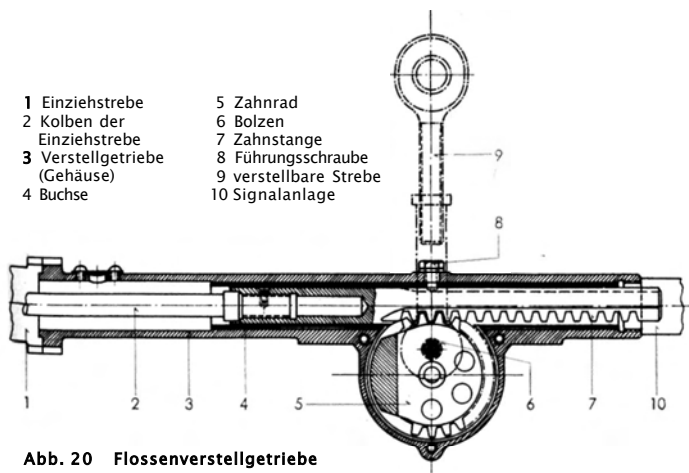

Abb. 20 Flossenverstellgetriebe
Die Verstellung der Flosse erfolgt ebenfalls mit Drucköl über Schaltschieber und Einziehstrebe durch ein Verstellgetriebe (Abb. 20). Der Schaltschieber wird hierbei gemeinsam mit dem der Klappenverstellung durch den Schalthebel für Klappe und Flosse (siehe Schaltkasten Abb. 12) betätigt.
Der Kolben (Abb. 20) (2) der Einziehstrebe (1) greift an der Zahnstange (7) des Verstellgetriebes an, die ein Zahnrad (5) bewegt, an dem ausmittig am Bolzen (6) eine verstellbare Strebe (Stoßstange) (9) gelagert ist. Durch die ausmittige Lagerung derselben wird beim Drehen des Zahnrades ein entsprechender Hub ausgeführt. An der anderen Seite greift die Strebe am hinteren Träger der Höhenflosse an und betätigt so die Verstellung.
Das Höhenflossen-Verstellgetriebe (Abb. 20) mit Einziehstrebe (1) und Signalanlage (10) ist an dem abgesetzten Rumpffende auf dem Längs-